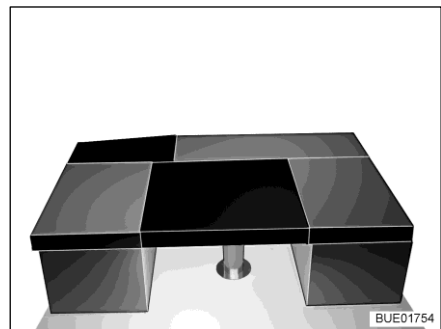

Fig. 153 Después de la transformación
- Colocar el cojín adicional rectangular en la mesa (entre los cojines de asiento de los bancos, véase Fig. 153).